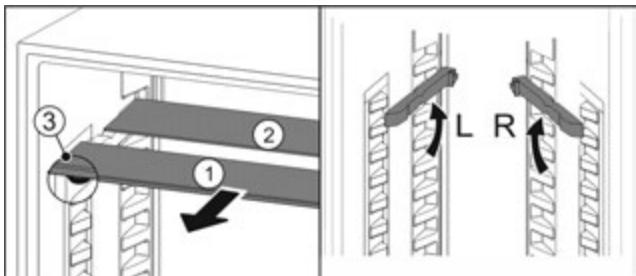

Fig. 61
- ▶ Посуньте Fig. 61 (1) скляну панель вперед.
- ▶ Скляна панель Fig. 61 (1) з декоративною планкою лежить спереду.
- ▶ Стопори Fig. 61 (3) показують вниз.